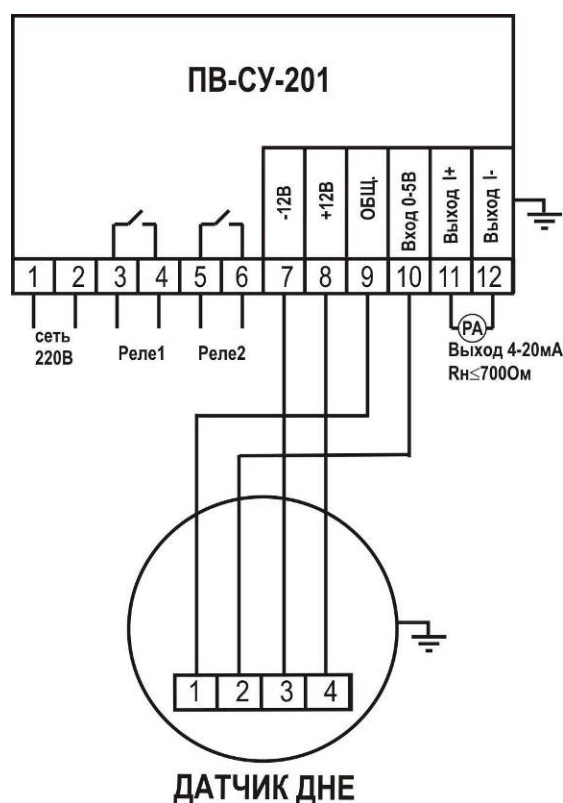

Рис.3 Схема подключения
1.3.3 Принцип действия сигнализатора уровня основан на преобразовании микроконтроллером постоянного напряжения, поступающего от датчика уровня, в пропорциональный сигнал постоянного тока на выходе. Напряжение выходного сигнала ДНЕ зависит от электрической емкости чувствительного элемента датчика, которая, в свою очередь, определяется глубиной его погружения в контролируемую среду, т.е. положением ее уровня. Схема подключения ПВ-СУ-201 к ДНЕ представлена на рис. 3.
2.1.9 Электрический монтаж должен выполняться в соответствии со схемой подключения (см. рис.3) **проводом или кабелем (для клемм 1,2,3,4,5,6 сигнализатора уровня ПБ-СУ-201) и экранированным кабелем (для клемм 7,8,9,10,11,12 сигнализатора уровня ПБ-СУ-201)** с медными жилами сечением 0,35 -2 мм².